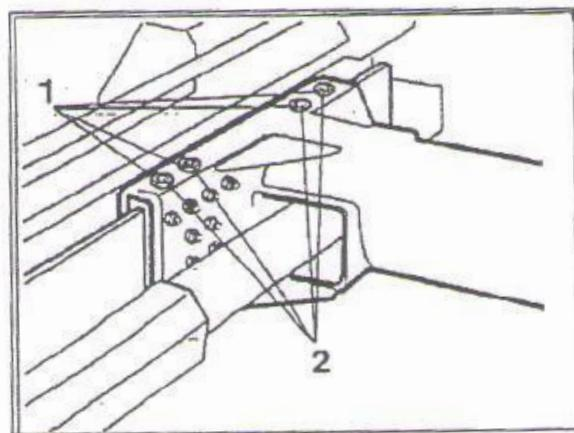

Рис. 8.6
- е) Открутить четыре контргайки (1, рис. 8.6).
- ф) Закрутить шесть винтов каждого башмака (2, рис. 8.6) на четверть оборота.
- х) Затянуть четыре контргайки (1, рис. 8.6).